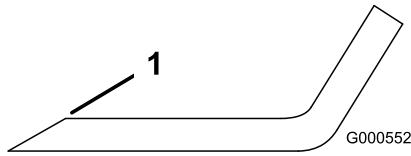

Bild 34
1. Schärfen Sie die Schnittkante an beiden Enden des Schnittmessers mit einer Feile (Bild 34).
Hinweis: Feilen Sie, wenn das Schnittmesser nicht ausgewuchtet ist, vom Flügelbereich des Messers etwas Metall ab (**Bild 34**).